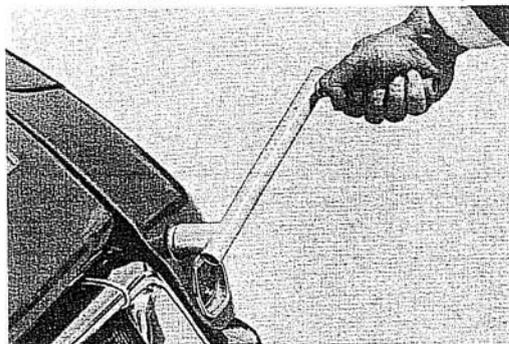

Fig. 32 - Démontage d'une aile arrière
*Enlever l'aile en dévissant la vis arrière de fixation à l'aide de la manivelle (v. fig. 32), puis tirer l'aile vers l'arrière en la soulevant légèrement.*
*La pousser à fond vers l'avant puis revisser la vis arrière de fixation (v. fig. 32).*